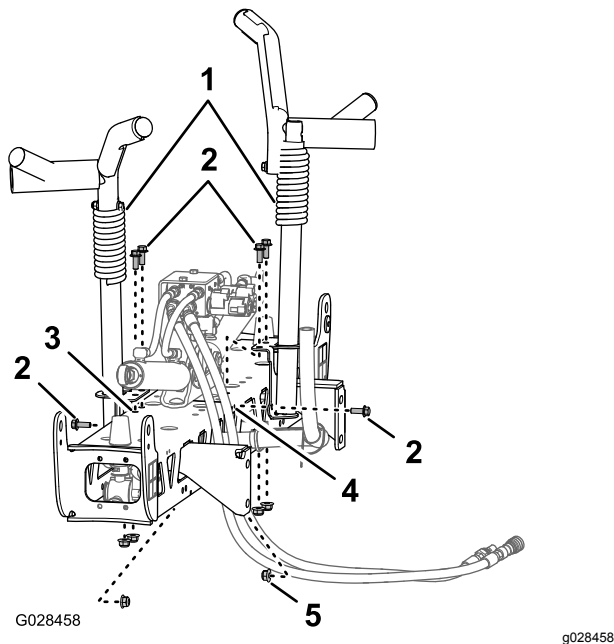
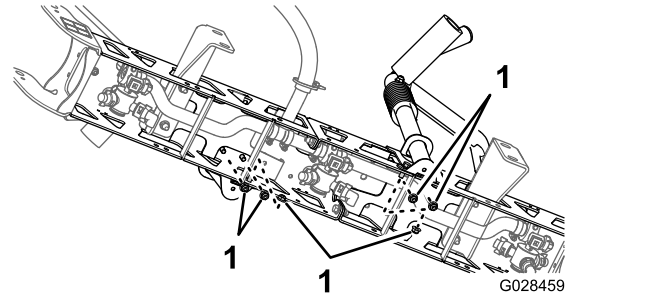

Figura 27
Figura 28
2. Allineate le barre per il trasferimento alla sezione della barra centrale (Figura 27).
3. Montate le barre per il trasferimento alla sezione della barra (Figura 27 e Figura 28) con 6 bulloni ($\frac{3}{8}$ " x 1") e 6 dadi di bloccaggio flangiati ($\frac{3}{8}$ ").